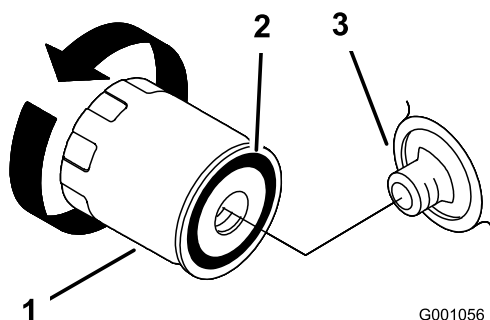

Figura 25
- Togliete il filtro usato e tergete la superficie della guarnizione dell'adattatore del filtro (Figura 25).
- Spalmate un velo di olio nuovo sulla guarnizione di gomma del filtro di ricambio (Figura 25).
- Montate il nuovo filtro dell'olio nell'adattatore, giratelo in senso orario finché la guarnizione di gomma non sfiora l'adattatore, quindi serrate il filtro di altri 2/3 di giro o 1 giro (Figura 25).